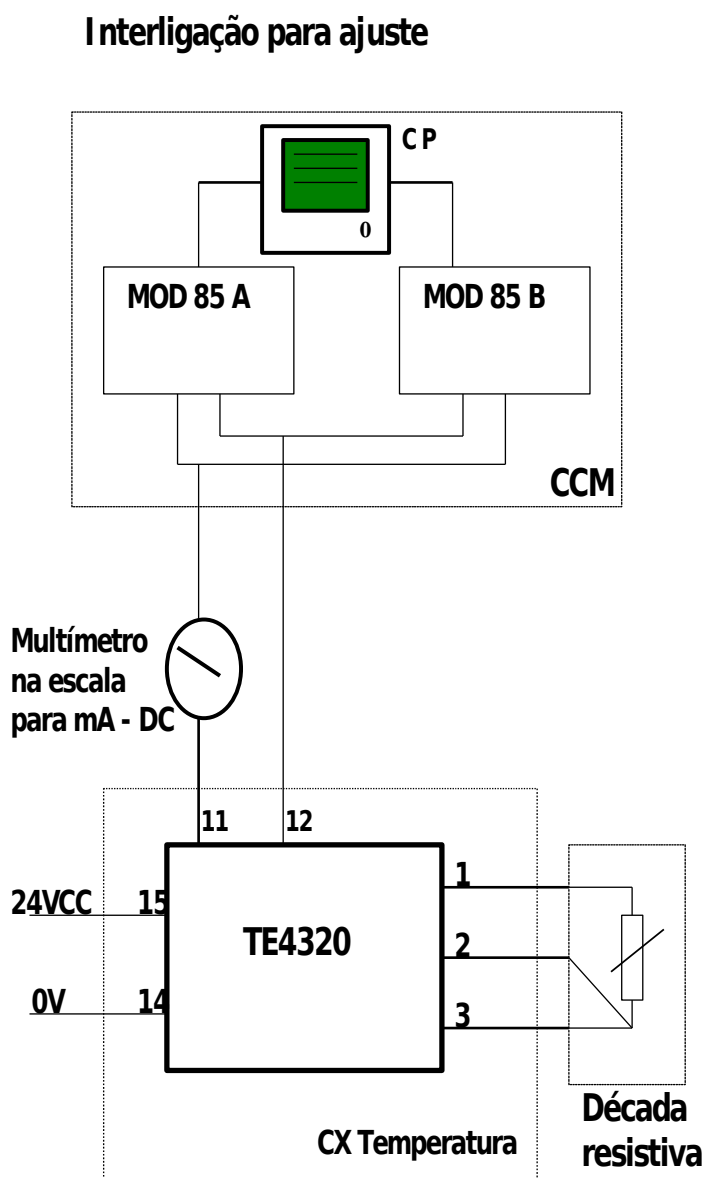

Figura 4.37. Calibração do conversor ohms/I
B) - Para calibrar os conversores de **ohms/I** (**figura 4.37**) e necessário os seguintes equipamentos: